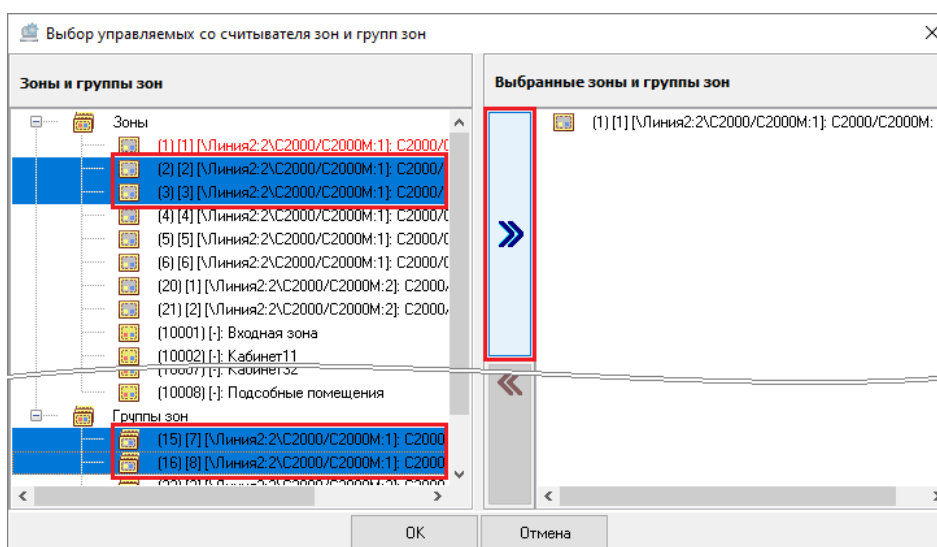

Рисунок 6-400 Выбор нескольких зон и групп зон в качестве управляемых со считывателя кнопкой переноса
- выделите одну или несколько зон/групп зон в поле «Зоны и группы зон» (для выделения сразу нескольких зон/групп зон нажмите на клавиатуре и удерживайте клавишу <Shift> для выбора диапазона или клавишу <Ctrl> для комбинированного выбора) и нажмите кнопку переноса  (см. Рисунок 6-400);